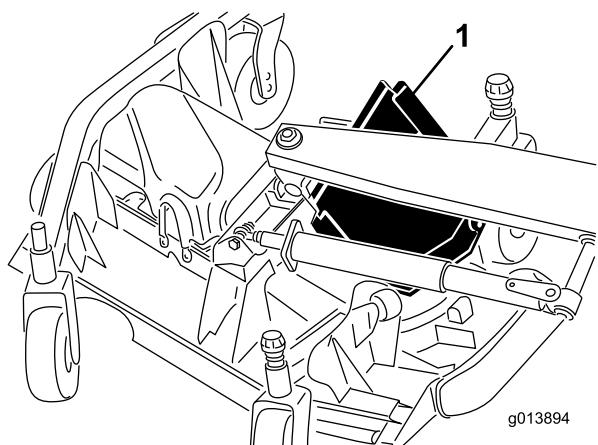

図 49
6. 前側エッジを持ち上げ、これを昇降アームとローラの間へ抜き出す(図 49)。